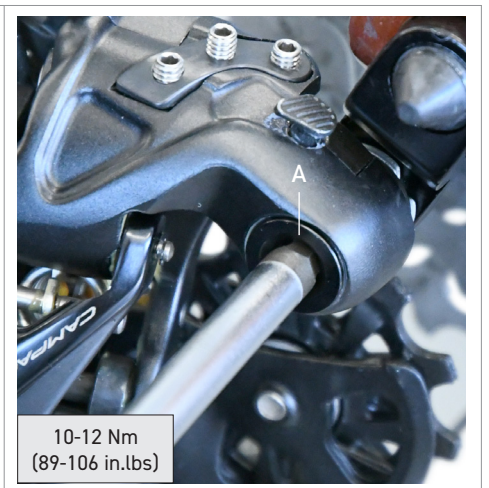

Fig.4
• Fije el cambio al cuadro con el tornillo (A - Fig. 4) utilizando una llave Allen de 5 mm.